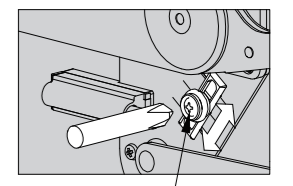

図10
- (1) eねじを緩めます(図10)。
- (2) 扉が左右共に、任意の同じ高さで止まるようにストッパーを調節します。
- (3) eねじを確実に締め付けます。